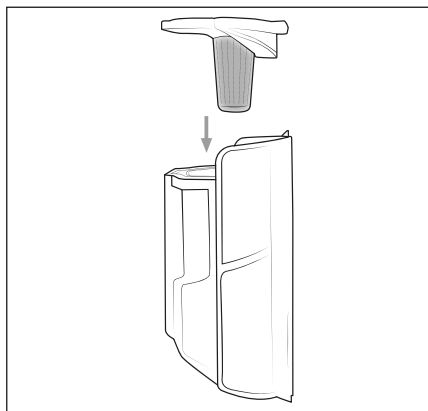

Abb. 19
- 6) Setzen Sie den Edelstahlfilter **6** in den Staubbehälter **7** ein und drücken Sie ihn nach unten, bis er fest im Staubbehälter **7** sitzt (siehe Abb. 19).